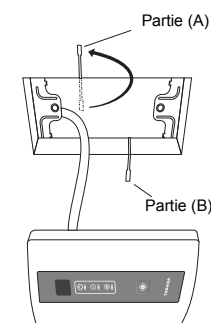

Fig.4
3. Utilisez les pièces (A) et (B) du support pour que la fixation au plafond soit solide. (Fig. 4)